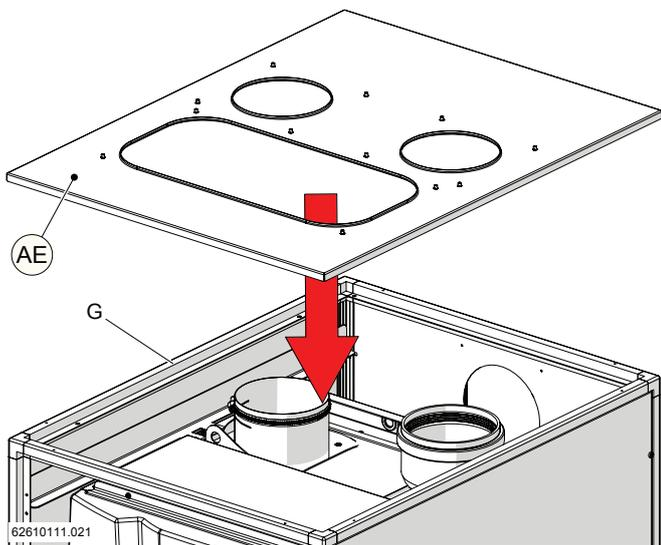
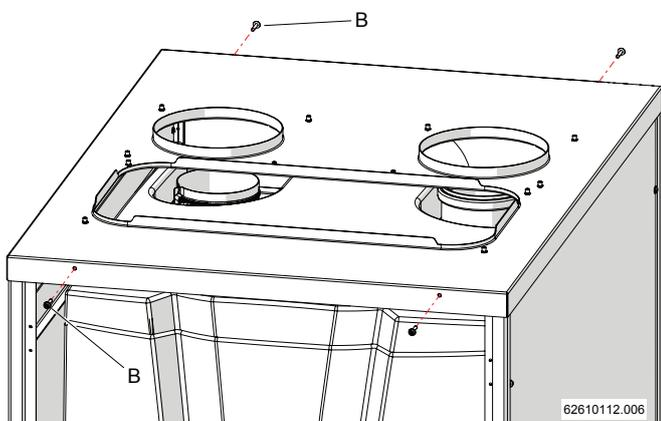

Figura 5-54
Figura 5-55
13.-posizionare la copertura superiore "AE" come in Figura 5-54 e fissare la stessa al telaio superiore "G" tramite le viti "B" (Figura 5-55), in corrispondenza dei fori presenti;